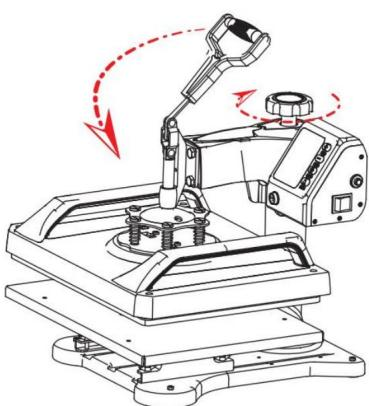

Fig 8
8. Drehen Sie das Handrad und versuchen Sie, den Griff mehrere Male zu drücken, bis der entsprechende Druck eingestellt ist (wie in Abbildung 8 gezeigt).